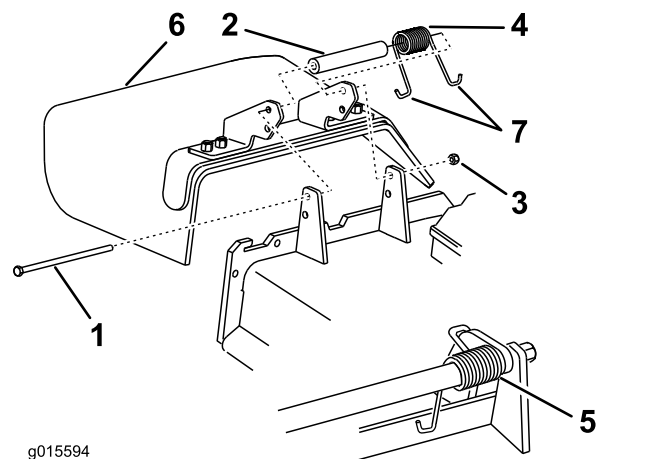

Figure 88
Remarque: Prenez soin de placer une extrémité en J du ressort derrière le bord du plateau avant de mettre le boulon en place, comme montré à la Figure 88.
- Accrochez 1 extrémité en J du ressort au déflecteur d'herbe (Figure 88).
- Retirez le contre-écrou, le boulon, le ressort et l'entretoise qui fixent le déflecteur aux supports de pivot (Figure 88).